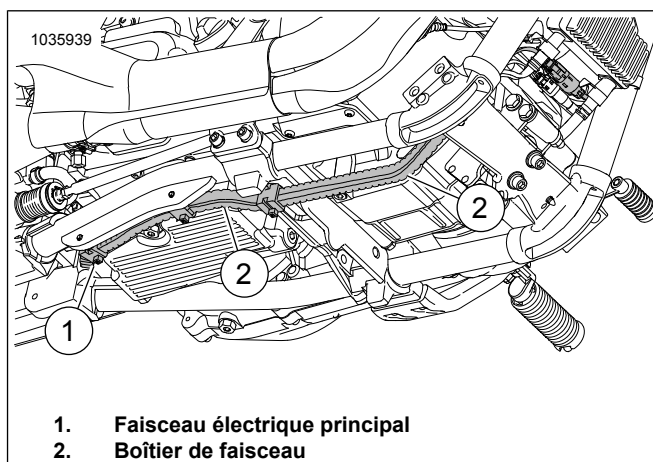

Figure 44. Boîtier de faisceau
14. Consultez Figure 44 . **Sonde d'oxygène chauffante avant (long fil du faisceau) :**
- Repérez le faisceau principal (1) menant au boîtier du faisceau (2).
- Faites passer le faisceau le long du boîtier du faisceau principal (2) vers le connecteur de la sonde d'oxygène avant.
- Fixez le faisceau au côté intérieur du boîtier du faisceau (2) avec des attaches de câble au besoin.